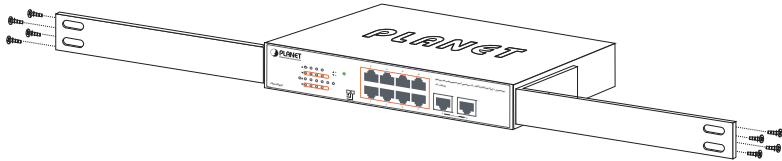

Figura 3-2: Colocación de los soportes en el FSD-1008HP.
Paso 2: Coloque un soporte de montaje en bastidor a cada lado del FSD-1008HP con tornillos suministrados adjuntos al paquete. La Figura 3-2 muestra cómo colocar los soportes a un lado del FSD-1008HP.